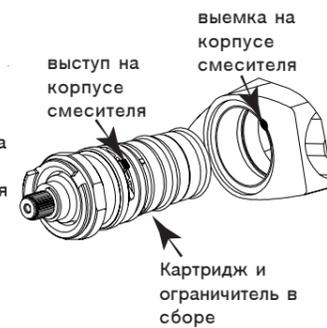

рисунок 6
- Полученную конструкцию вставьте в корпус смесителя так, чтобы выступ на корпусе картриджа совпал с выемкой на корпусе смесителя. (См. рис. 6)
Проверьте, чтобы черная линия точно совпала с желобком. (рис. 6)